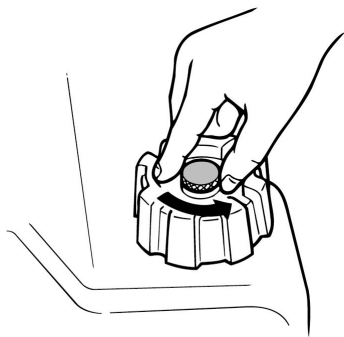

Рис. 28 Воздушный винт
2. Открутите воздушный винт на крышке внешнего топливного бака на 1-2 оборота (Рис. 28).